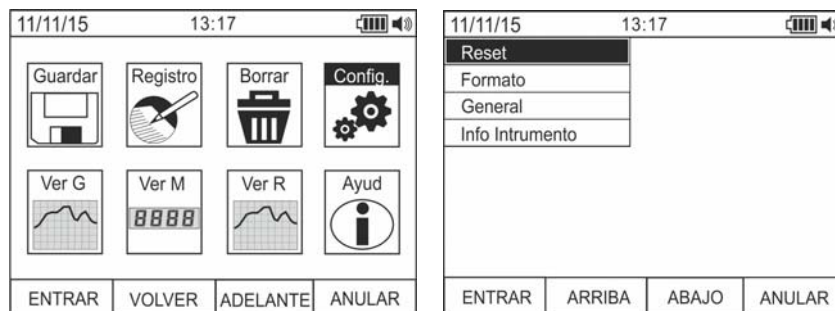

Fig. 13: Configuraciones generales del instrumento
17. Utilice las teclas **F2** o **F3** para seleccionar el icono “Configurar” y pulse la tecla **F1** (vea Fig. 13 – parte izquierda)